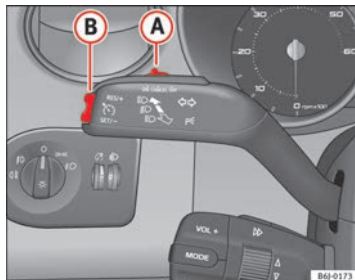

Fig. 125 Levier des clignotants et des feux de route : commande et touche basculante pour régulateur de vitesse
- Déplacez la commande ⇒ fig. 125 **A** vers la gauche pour la mettre sur **ON**.